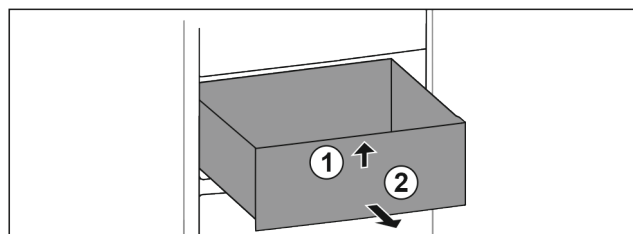

Fig. 112
- Tirer le tiroir jusqu'en butée. *Fig. 112 (1)*
- Soulever la partie avant du tiroir. *Fig. 112 (1)*
- Retirer le tiroir par l'avant. *Fig. 112 (2)*